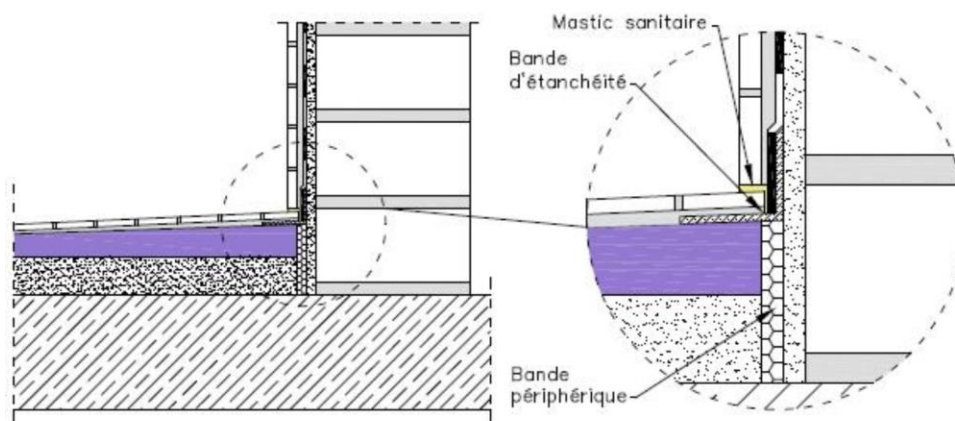

Figure 8- Traitement périphérique
2.4.3. Traitement des points singuliers (figure 8)